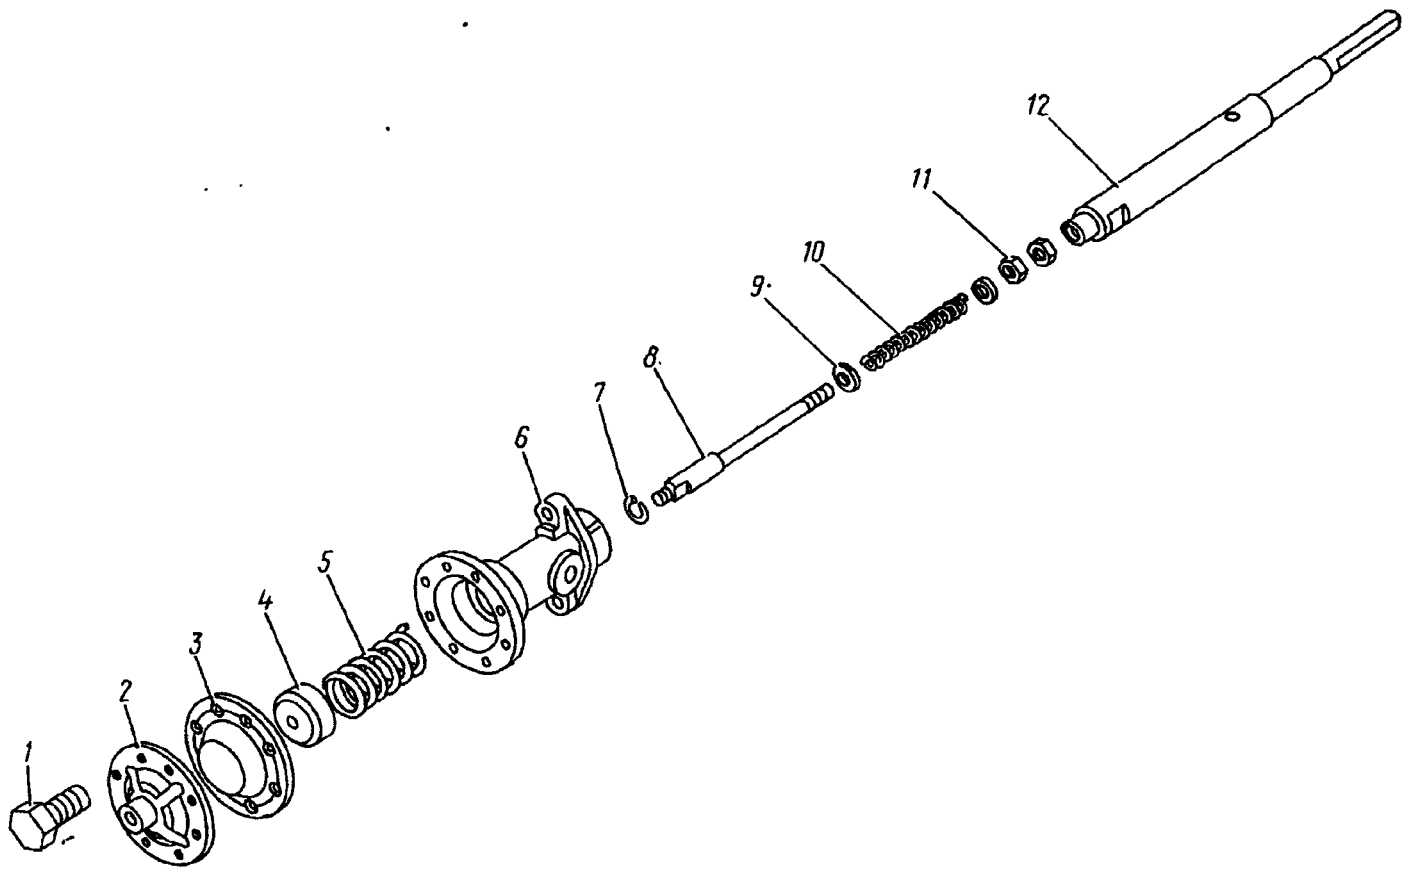

Рис. 173. Механизм включения понижающей передачи:
60. Выверните болты 1 (рис. 173) из механизма включения понижающей передачи	Ключ 10 мм
96. Вставьте в шток 12 (см. рис. 173) переключения понижающей передачи стержень 8 в сборе с пружиной 10, упорными шайбами 9, гайками 11 или самостопорящейся гайкой 11. Установите упорное кольцо 7.	Тиски, отвертка, спецпассатижи И801.23.000-01